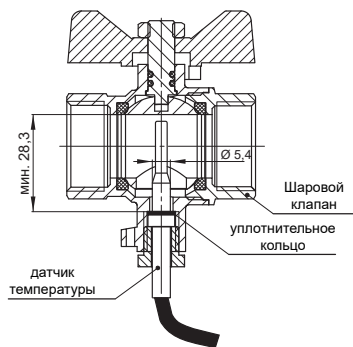

Рис. 1 Установка датчика в тройнике
3. Перед установкой датчика температуры в гнезде тройника или клапана следует убедиться, что примененная арматура, указанная выше, соответствует геометрическим требованиям, связанным с глубиной гнезда для крепления температурных датчиков, а диаметр гнезда соответствует диаметру датчика. Размеры указаны на рис. 1 и 2.